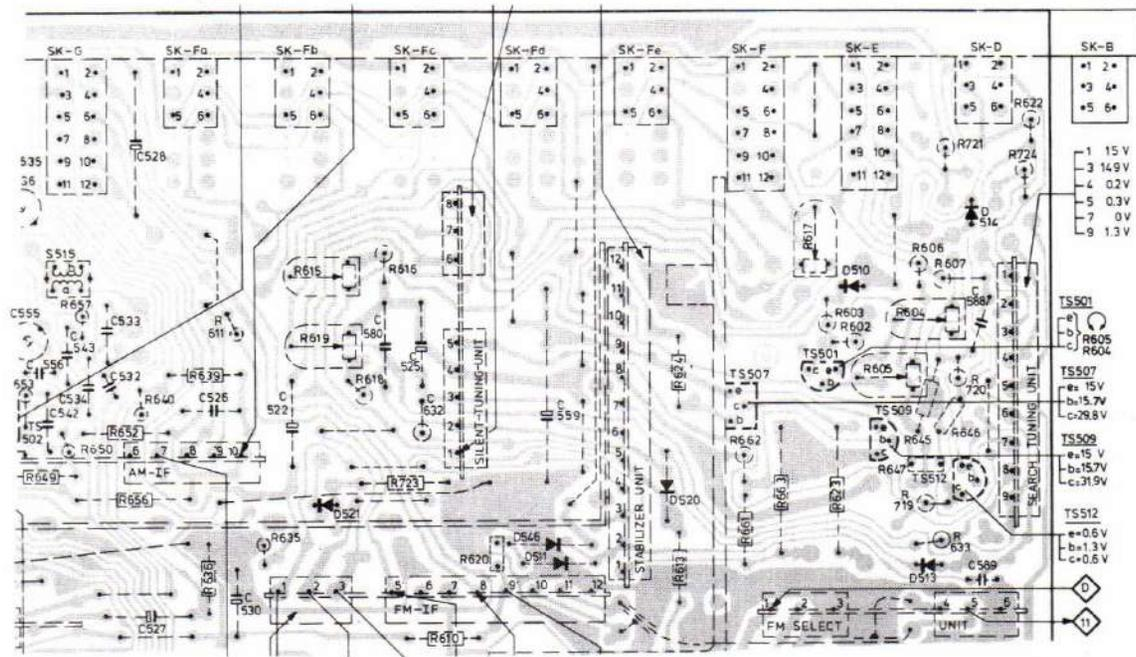

Fig. 3
- a. R645 (100 k ohm, metal film 5322 116 54696) en R646, R647 (390 k ohm, metal film 5322 116 54339) zijn toegevoegd. Hierbij is R646 in serie met R647 toegevoegd tussen de emitter van TS512 en punt + 11 (30,3 V) van de voeding. R645 is toegevoegd tussen knooppunt R720/C588 en massa. Voor de printtekening zie fig. 3.
- c. Om het "verliezen" van de zender bij omschakelen van FM naar AM en terug naar FM te voorkomen is een automatische AFC ingevoerd. Dit houdt in dat R620, D546 en D511 zijn toegevoegd (zie fig. 3 en 4), waarbij D511, D546 van het type BAW62 zijn (bestelnummer 5322 130 30613) en R620 - 43 k ohm - 0,33W is. Bovendien is R721 gewijzigd in 5K1 - 0,33W.